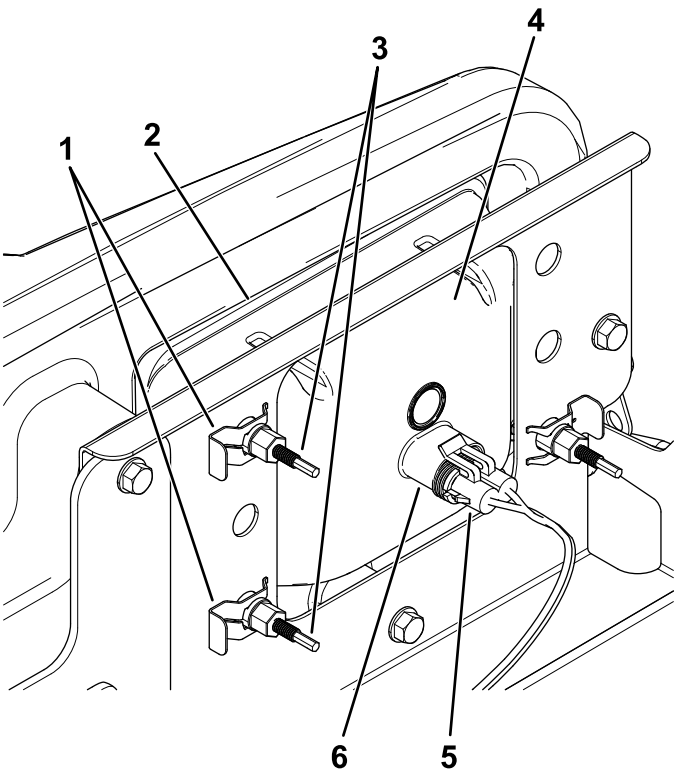

Figura 45
3. Scollegate il connettore elettrico del cablaggio dal connettore del gruppo luci (Figura 45).
4. Togliete i fermagli che tengono bloccato il faro anteriore sulla relativa staffa (Figura 45).
5. Rimuovete il gruppo faro anteriore spostandolo in avanti attraverso l'apertura nel paraurti anteriore (Figura 45).
6. Montate il nuovo faro anteriore attraverso l'apertura nel paraurti (Figura 45).
8. Collegate il connettore elettrico del cablaggio al connettore del nuovo gruppo luci (Figura 45).
5. Sul retro del gruppo faro, ruotate le viti di regolazione (Figura 45) per ruotare il gruppo faro e allineare la posizione di getto del fascio.